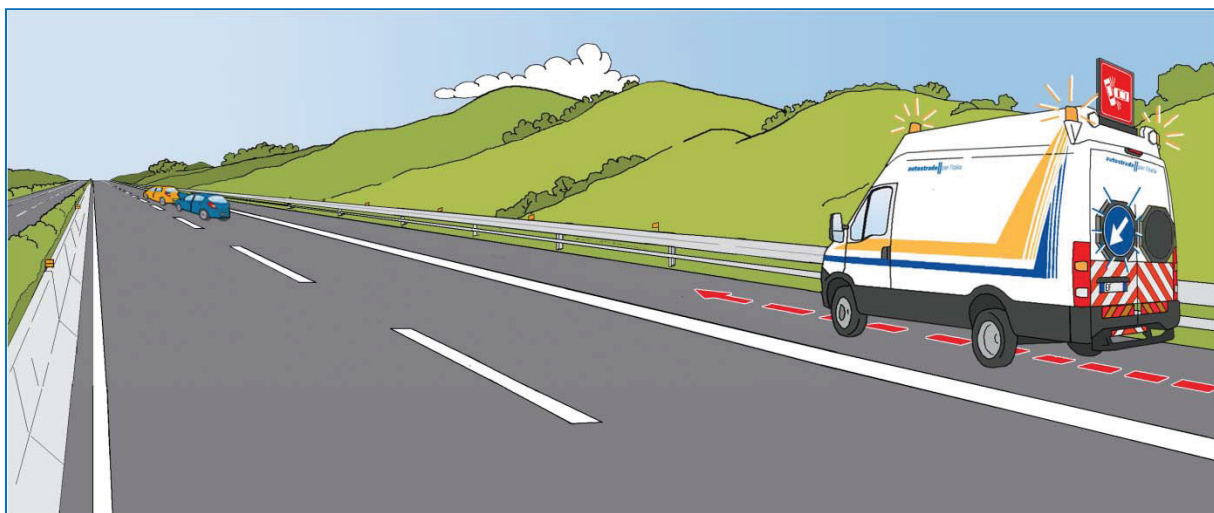

Fig.5
- una volta raggiunta la velocità di circa 50 km/h, attivare il PMV (fig.5)